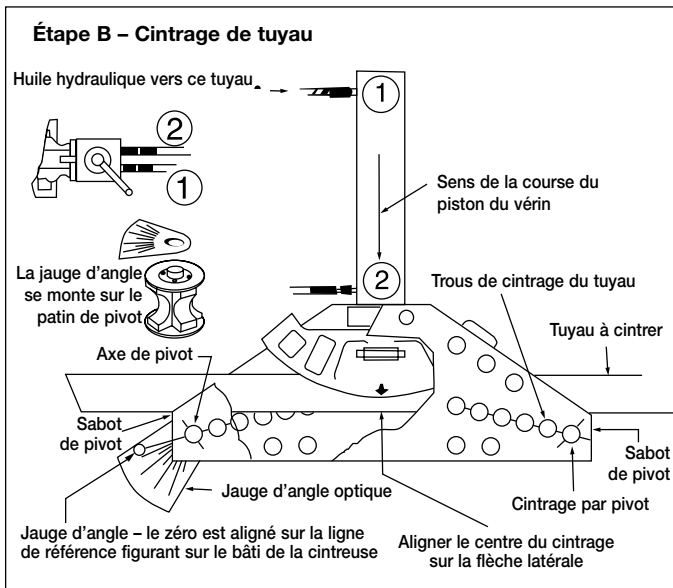

Figure 3, Cintrage de tuyau
2. Fixer la jauge d'angle optique sur le haut du sabot de pivot, comme indiqué à la Figure 3. Un plot de positionnement sur la jauge correspond avec un trou dans le sabot de pivot.